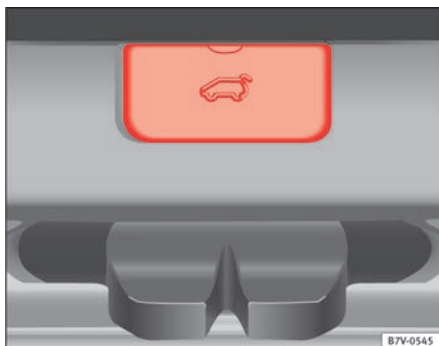

Fig. 188 Inde fra bagagerummet: Sådan tages dækkappen af bagklappen.
- Tag den kantede afdækning i bagklappens indvendige beklædning af ⇒ Fig. 188.